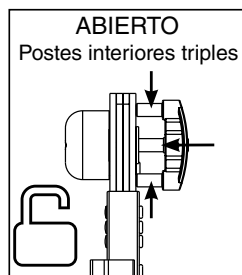

Figura 2
- 2) En la posición abierta (vea la Figura 2), puede ajustarse el ángulo de la escalera.
**Nota:** La posición abierta puede verificarse por los tres postes interiores expuestos en la perilla de empuje (vea la Figura 2).